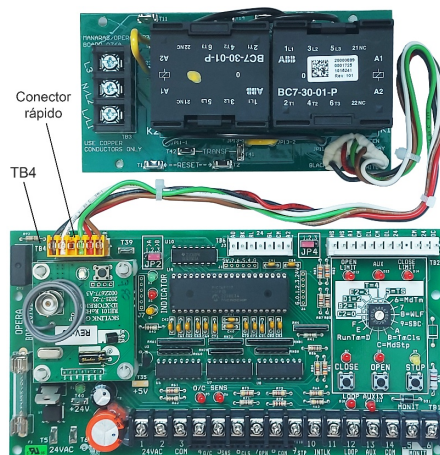

Figura 3 - Conexión típica de la placa de potencia BOARD076 a la placa electrónica de control BOARD070
5. Desde la nueva placa de potencia, reconecte (vea la Figura 3 para más detalles):